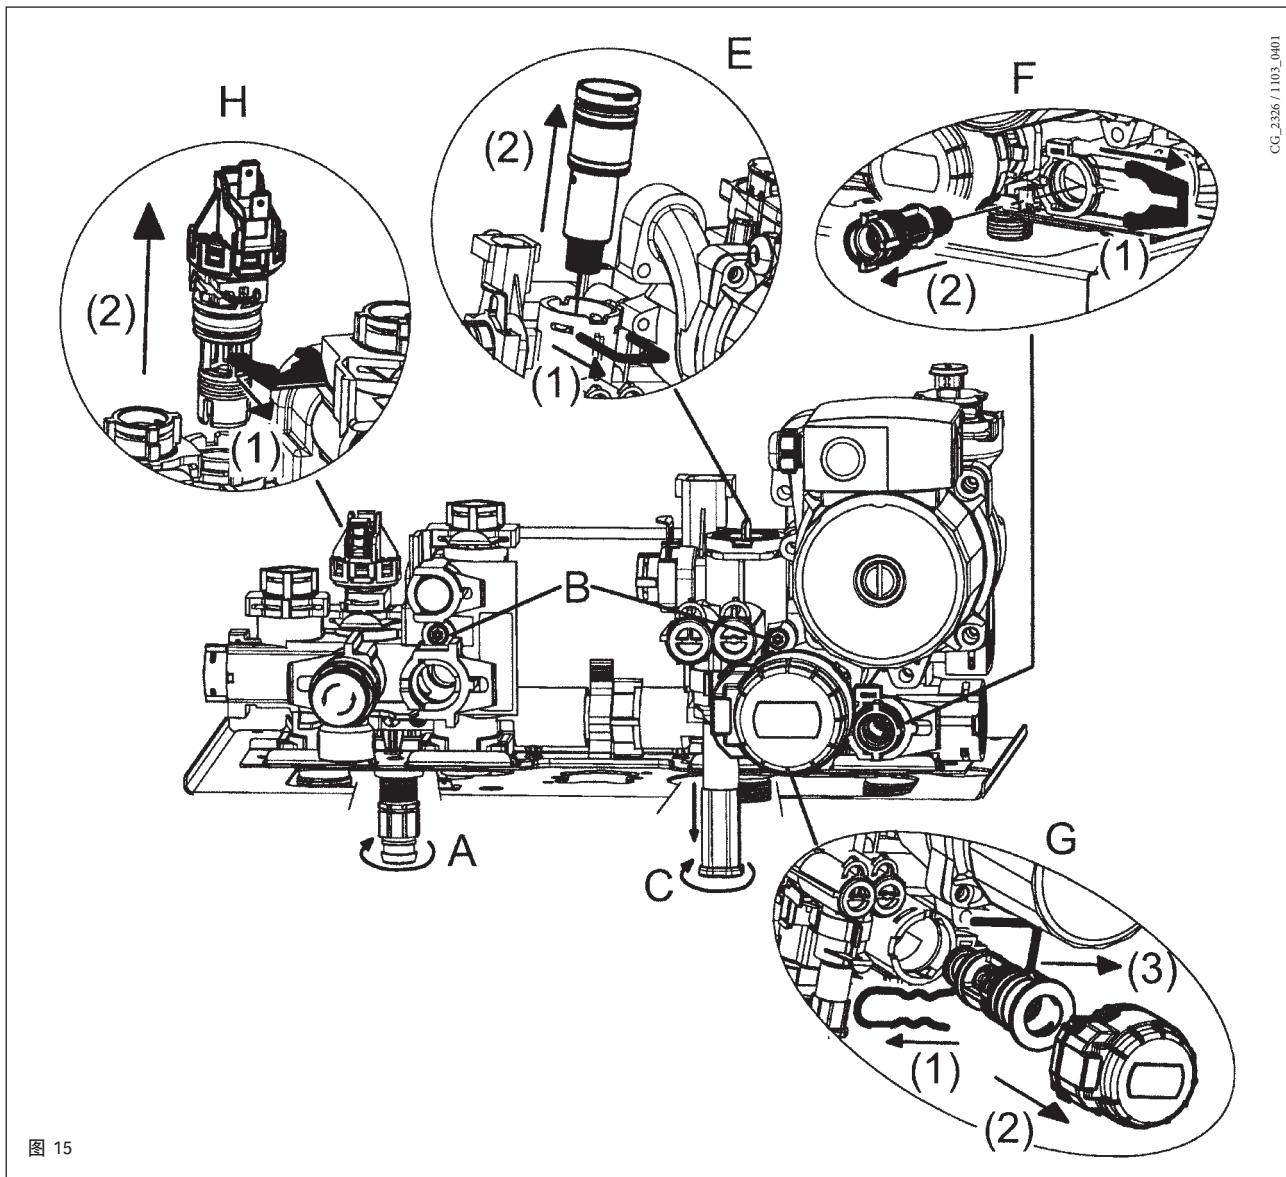

图 15
- 打开图15中的阀门A清空加热管道中的水
- 拔出加热过滤器卡套时, 必须先拆除三通阀的电机(1-2G - 图 15);
- 拆除图 15的夹子1E
- 取下过滤器 (2E 图 15).